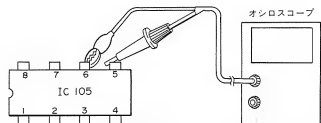

図9.5 オーバーレイ調整
1. 現象オシロスコープを図9.5に示すように接続する。次に画面を合成画面モードにし、外部ビデオと16色カラーバーとの合成画面にする。